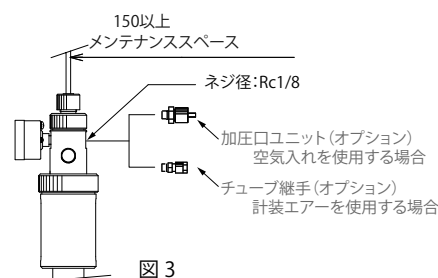

図 3
- ・計装エアで加圧するときはチューブ継手を取付けてください。【図 3】参照